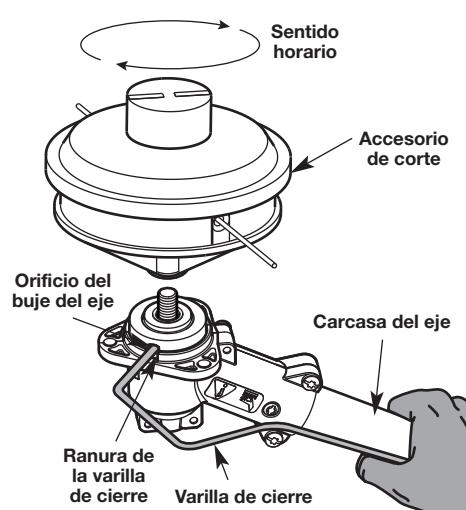

Fig. 8
- Mientras sujetela la varilla de traba, saque el accesorio de corte desenroscándolo en sentido de las agujas del reloj (Fig. 8). Guarde el accesorio de corte para uso futuro.